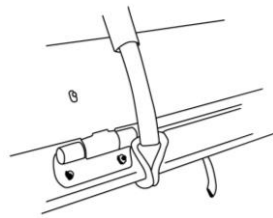
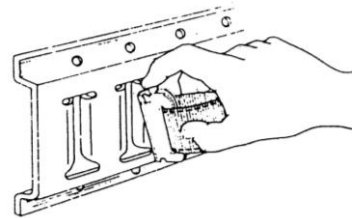
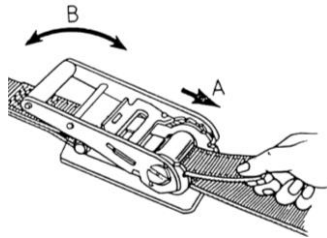

図1
図2
図3
- ①端末金具（Jフック、Uフック）を、指定の位置にかけて下さい（図1参照）。 Eクリップの場合は、図2の様にEクリップの金具を真っ直ぐにして、人差し指で中央のピンを手前に引きながら取り付けレールの穴上端に差し込み、Eクリップ下部が取り付けレール穴下端に接触するまで押し下げて下さい。その位置で人差し指を離すと、取り付ける事が出来ます。取り外しは上記手順と逆です。
- ②固定側ベルトの長さが調整可能な商品は、バックル部を利用して適当な長さに調整して下さい。
- ③巻取側ベルトを巻取部（巻取ドラムの隙間）に通し（初めから通してある商品はそのまま）、図3の様に矢印のA方向に引いて、ベルトの緩みを取って下さい。その後ラチェットハンドルを、矢印のBの方向に上下（前後）させて、ベルトを巻き取って下さい。
- ④ベルトの巻き上げ完了後、ラチェットハンドルを図3の状態になるまで、完全に倒して下さい。